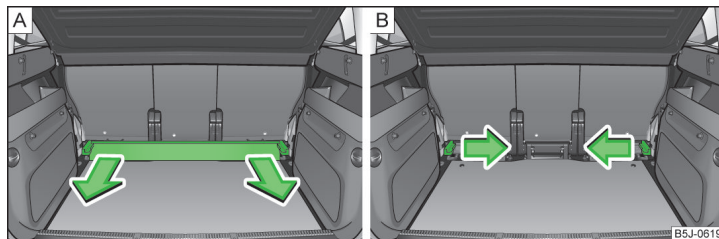

Fig. 71 Bagagliaio: estrazione della guida trasversale / estrazione dei cunei di fissaggio
- Afferrare la guida trasversale » fig. 71 - [A] ed estrarla tirando nella direzione indicata dalla freccia.
- Estrarre i cunei di fissaggio tirando in direzione della freccia » fig. 71 - [B].